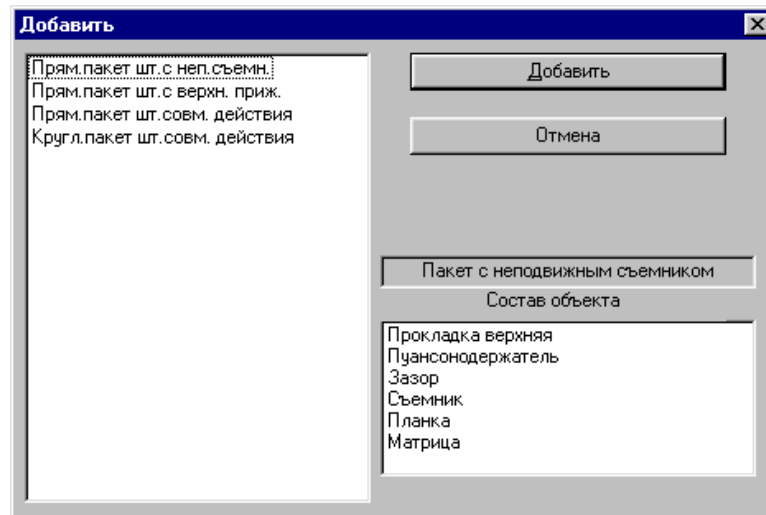

Рисунок 1.39 – Вікно списку видів конструкцій пакета
- в «Пакет стандартний» додається необхідний вид конструкції пакета. Список видів конструкцій пакета висвітлюється на екрані (рис.1.39);